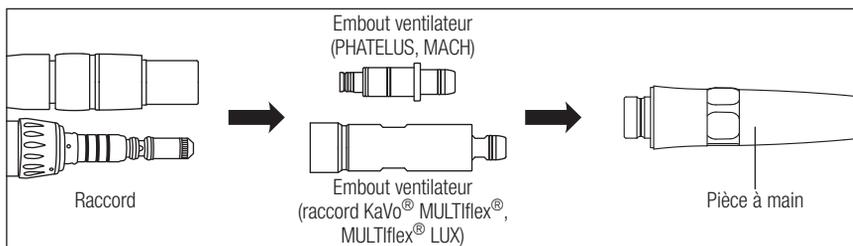

Fig. 15
- Montez l'embout ventilateur fourni sur le raccord et fixez-le à la pièce à main. Faites fonctionner sans eau pendant plus de 5 secondes pour nettoyer les lignes. (Fig. 15)